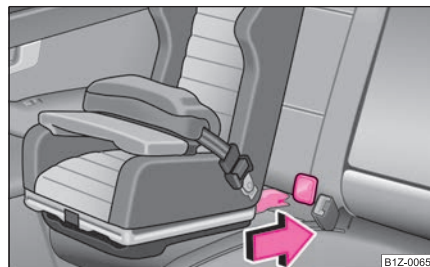

Fig. 182 Scaunul cu sistem ISOFIX se montează în pozițiile de prindere existente.
- Împingeți brațele de fixare ale scaunului pentru copii prin elementele de prindere montate, în inele, până când se aude zgomotul specific de blocare ⇒ pagina 176, fig. 182.